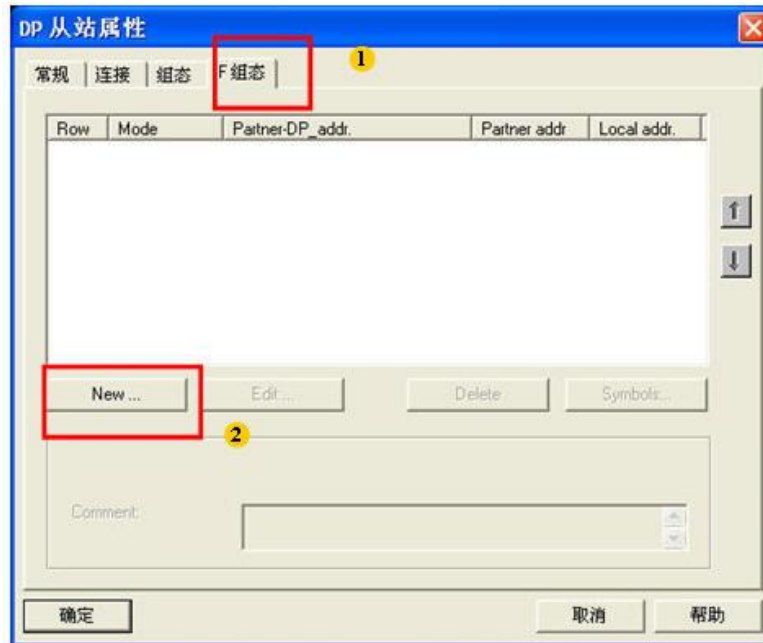

图 2-12 设置 F 组态数据
- 12) 再次双击打开 DP 从站，出现“F 组态”页面。点击“NEW”添加组态数据，如图 2-12